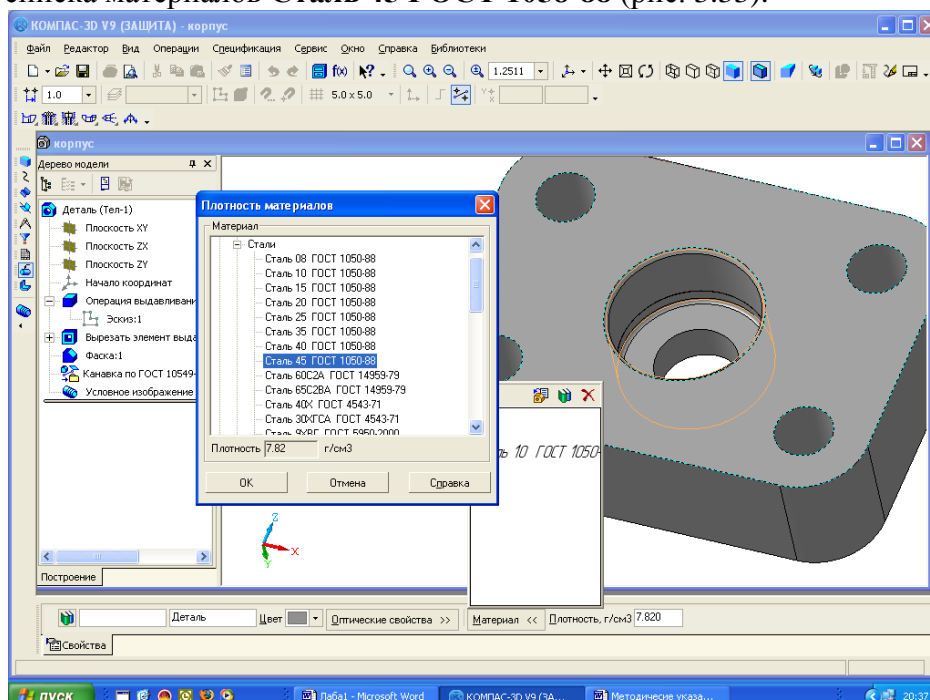

Рис. 3.33. Задание свойств модели
4. В любом месте документа щелкните правой кнопкой мыши и из появившегося контекстного меню выберите команду **Свойства детали**. На панели свойств в поле **Обозначение** введите **МИРЭА.001002.ИКГ2** → **Enter**, в поле **Наименование** – **Корпус** и выберите из списка материалов **Сталь 45 ГОСТ 1058-88** (рис. 3.33).